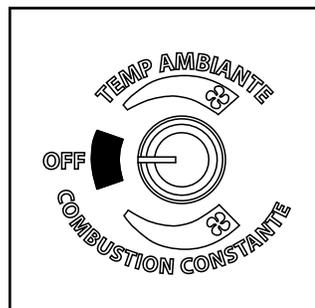

Figure 4.2
1. Un thermostat d'ambiance est nécessaire au bon fonctionnement de ce poêle en mode «Room Temp» (Température ambiante). À ce moment, remplir la trémie de granulés, en vous assurant que le thermostat est réglé sur «OFF» (arrêt). Figure 4.2. Branchez le cordon d'alimentation à une prise murale proche, correctement mise à la terre.